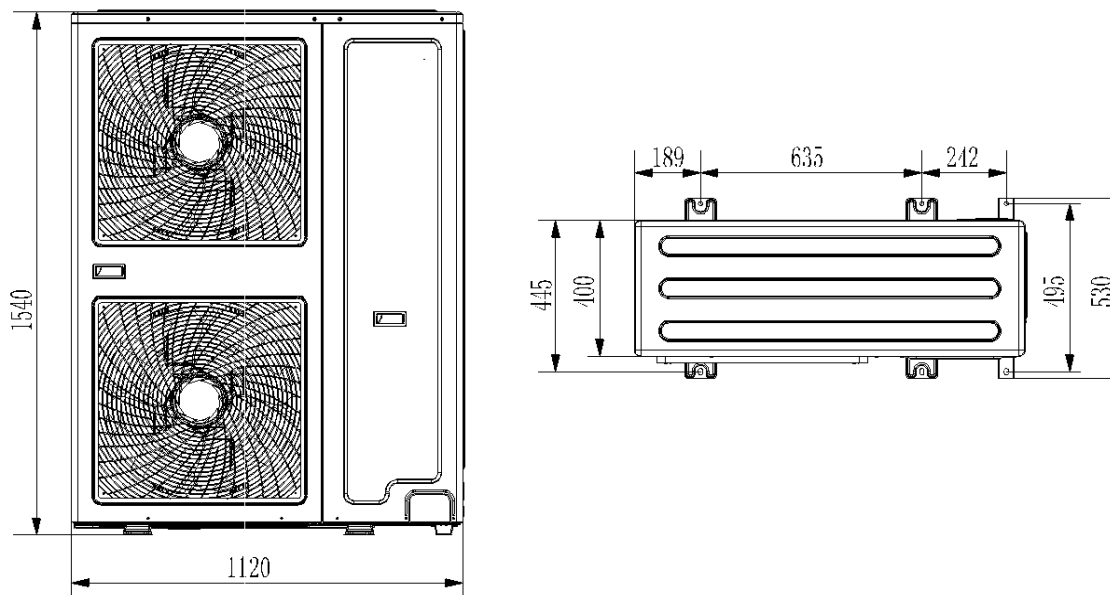

Рис.1.7
- Модели IMS-EM220NB(7), IMS-EM260NB(7) (рис.1.7)